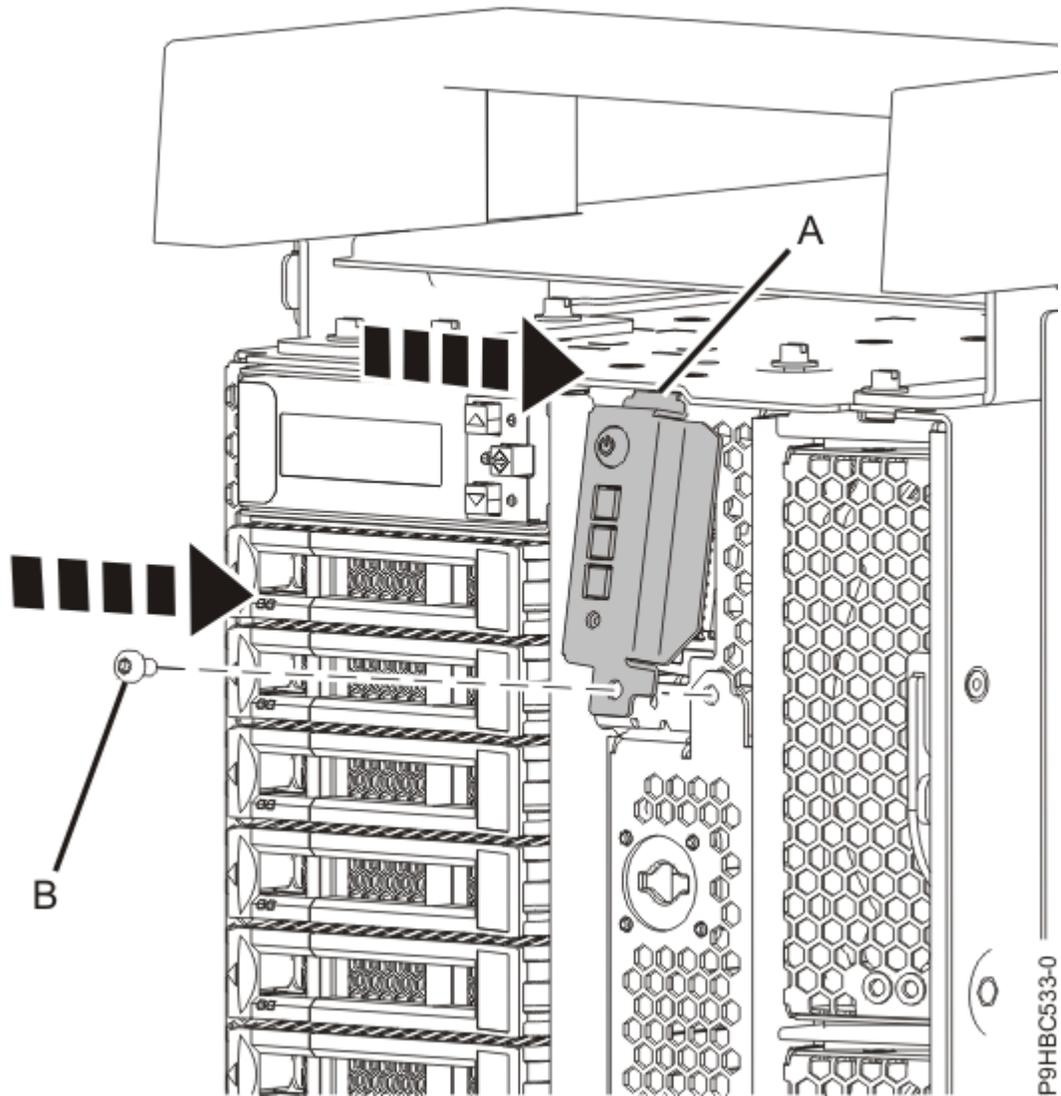

Figura 81. Fixar o painel de controlo a um sistema autónomo
- b) Rode o painel de controlo para cima para fixar a patilha superior **(A)** conforme apresentado na Figura 81 na página 86, de seguida substitua o parafuso **(B)** que fixa o painel de controlo ao sistema.